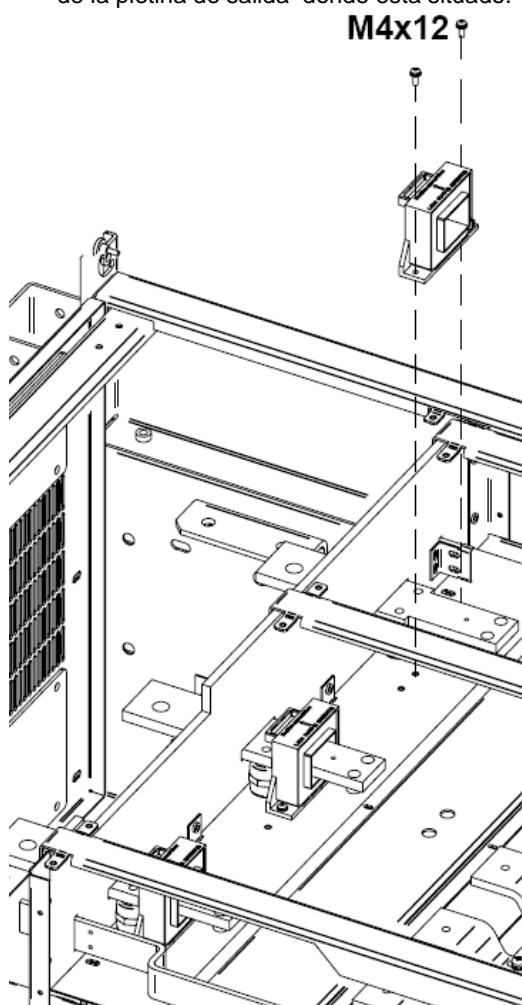

Figura 5.11. Extracción del Transformador
- 1) Colocar la bobina  $Dv/Dt$  en su lugar correspondiente como se muestra en la *figura 5.11*.
Consultar la *figura 5.11* mientras se siguen estas instrucciones